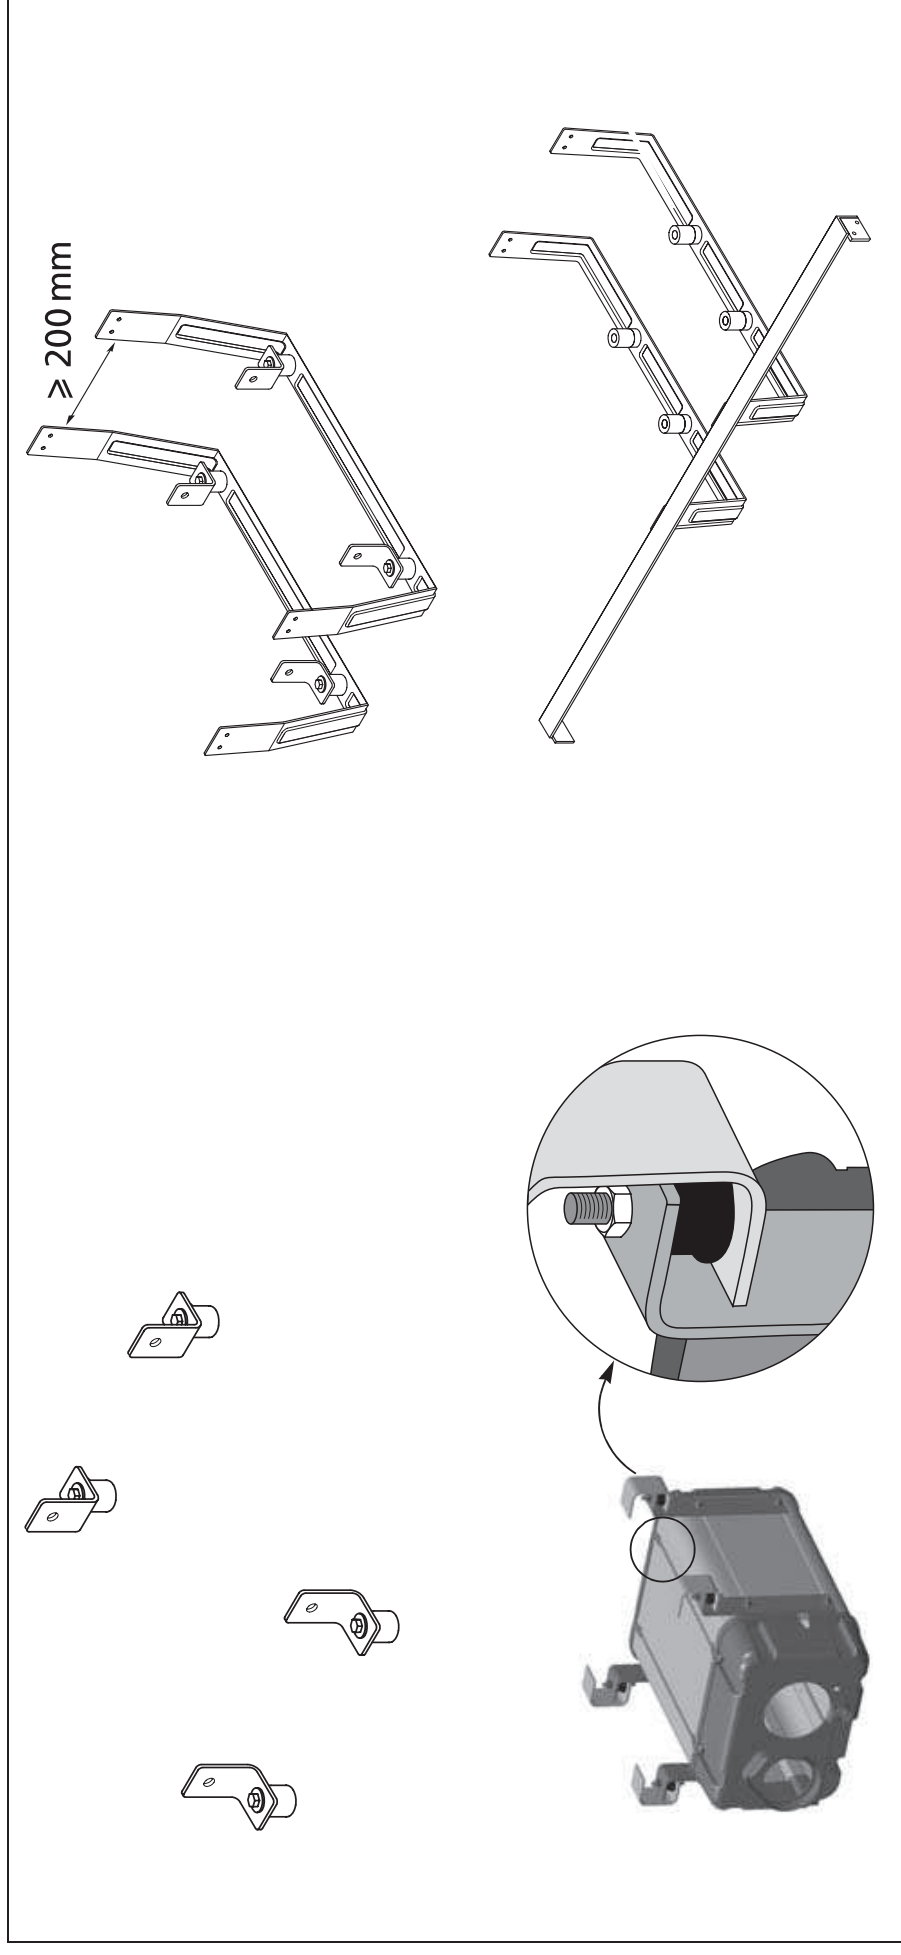

Fig. 10: Supports et amortisseurs de vibrations (exemples Webasto)
- La distance longitudinale des supports doit être d'au moins 200 mm. Voir Fig. 10.